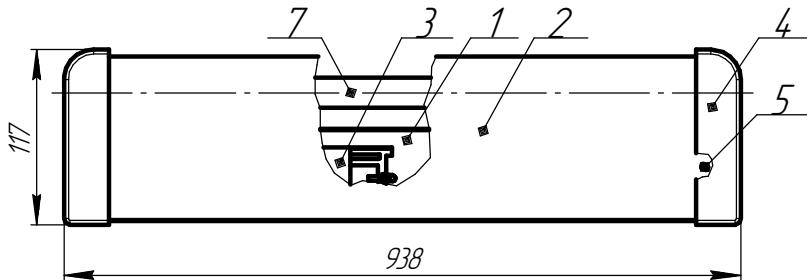
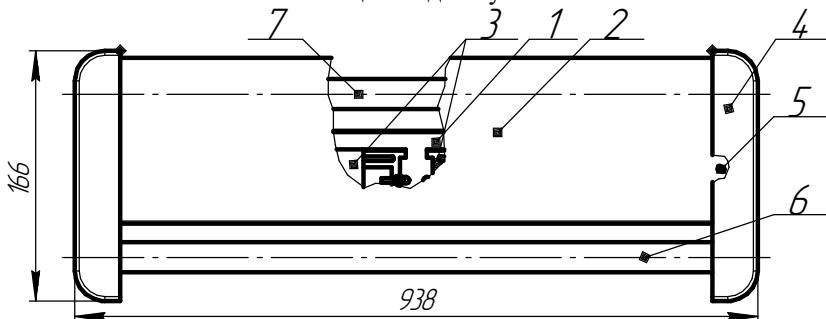

Рис. 1.1 Общий вид облучателя ОБН01-75
Рис. 1.2 Общий вид облучателя ОБН01-150
4.2 Облучатель (рис. 1.1, рис. 1.2) состоит из корпуса 1, в котором размещена электросхема, аппаратов пускорегулирующих 3, двух крышек 4, защитного экрана 2, закрепленного к корпусу винтами 5. На стенке корпуса имеются два отверстия для подвеса на стену.
4.3 В облучатели типов ОБН01-150 (рис. 1.2) устанавливаются две лампы: открытая 6 и экранированная 7 с возможностью их раздельного включения. Выключатель для открытой лампы должен устанавливаться вне облучаемого помещения. В облучатели типов ОБН01-75 устанавливается только одна лампа (экранированная).